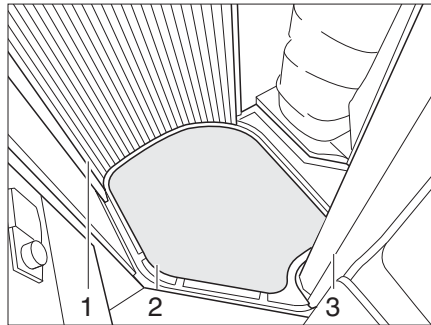

Fig. 130 Couvercle du bac à douche
- Enlever le couvercle du bac à douche (Figure 130,2).
- Fermer complètement la paroi de douche (Figure 130,1 et 3).